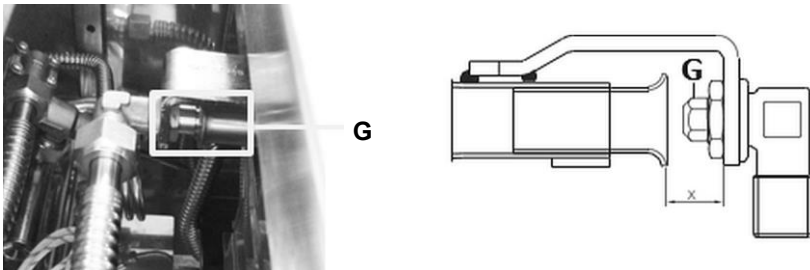

Abb. 7
- Schrauben Sie die Hauptbrennerdüse (G, Abb. 7) ab.
Der für die Einstellung der Primärluft vorgesehene Abstand ist in Abb. 7 und in Tab. 2 angegeben.
1. Nachdem Sie sich vergewissert haben, dass die Düse **G** für die Gasart geeignet ist, überprüfen Sie den Abstand „**X**“ für die Primärluft (Abb. 7)